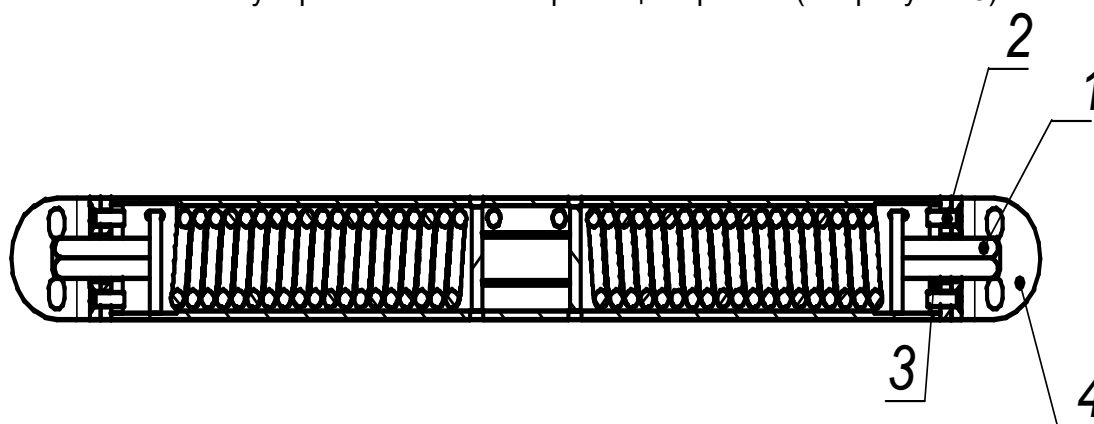

Рис.5 (вид сверху)
Регулировка механизма фиксации крышки (см. рисунок 5)
- а) удерживая ключом шестигранник (рис. 5 поз.1) вывернуть винты (рис. 5 поз.2).
- б) повернуть шестигранник в сторону увеличения усилия до совмещения следующего отверстия в шайбе (рис. 5 поз. 3) и кронштейне (рис. 5 поз. 4)
- в) завернуть винты (рис. 5 поз. 2) до упора, затем ослабить на 1\6 оборота.